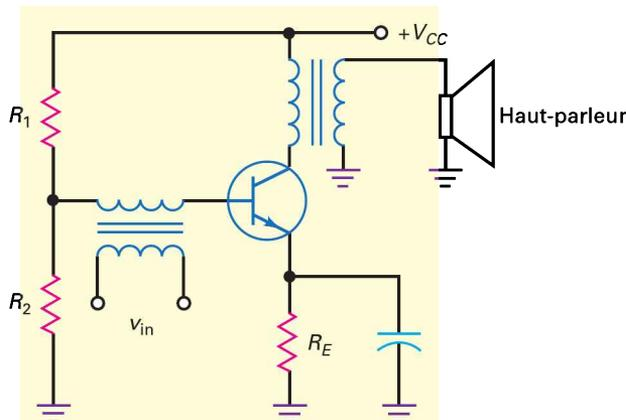

Figure 10.10
Décrivez le fonctionnement du montage représenté par la figure 10.10.
Un petit haut-parleur d'impédance $3,2 \Omega$ nécessite seulement 100 mW pour fonctionner. Un haut-parleur plus important avec une impédance de 8Ω demanderait entre 300 mW et 500 mW. Donc, un ampli de puissance de classe A, tel que celui de la figure 10.10, est adapté pour cette puissance 100 mW à la sortie. Puisque la résistance de charge est aussi la résistance de collecteur AC, le rendement de ce montage classe A est plus important que pour ceux discutés précédemment.
Les amplis précédents possèdent une résistance de collecteur R_C et une résistance de charge R_L différentes. Le mieux à faire, pour obtenir un rendement maximal de 25 % dans ce cas, consiste à réaliser une adaptation d'impédance $R_L = R_C$. Lorsque la résistance de charge est la résistance de collecteur AC, comme sur la figure 10.10, elle reçoit deux fois plus de puissance et le rendement maximal atteint 50 %.
10.5 Avez-vous compris ? À la figure 10.10, quelle résistance ferait apparaître au collecteur un haut-parleur de 8Ω si le rapport de transformation était de 5/1 ?